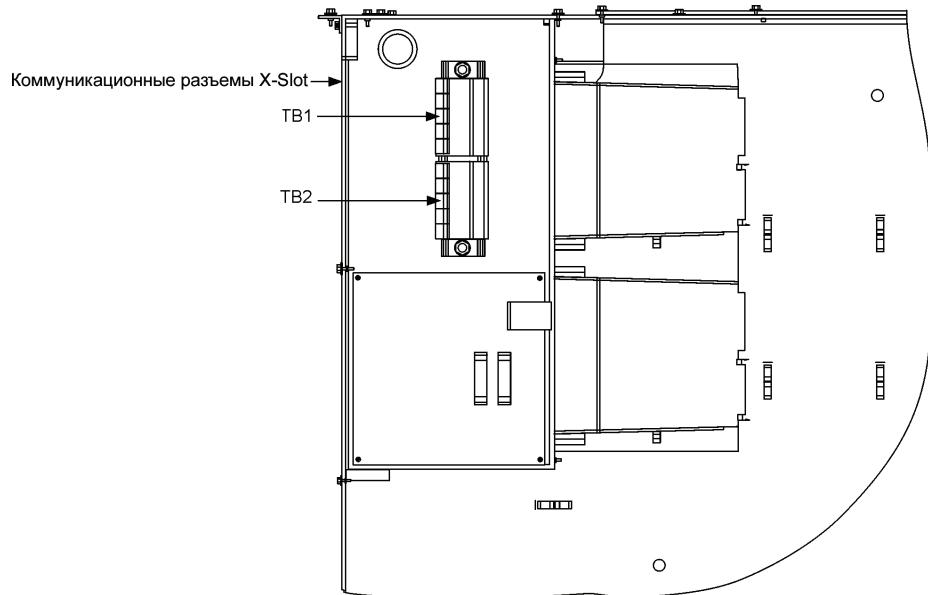
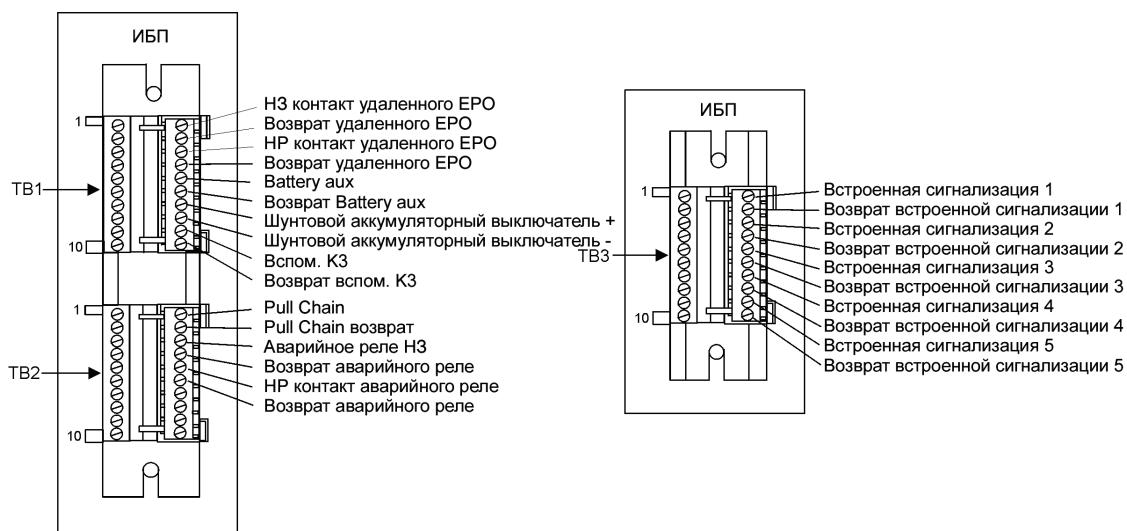

Рис. 4-12. Узел АА интерфейсной клеммы
Рис. 4-13. Назначение разъемов клеммных блоков TB1, TB2 и TB3
7. Расположение соответствующих клемм, а также требования по проводке и ее подключению см. в Разд. 3.2.3 на стр. 23, Табл. 4-1 на стр. 45, и Рис. 4-10 - Рис. 4-13..
Для информации о подключении разъемов TB1, TB2 и TB3 см. Рис. 4-13, а для узла АА см. Рис. 4-12. Коммуникационные разъемы X-Slot представлены на Рис. 4-15.
7. Расположение соответствующих клемм, а также требования по проводке и ее подключению см. в Табл. 4-1 на стр. 45, а также Рис. 4-11 - Рис. 4-13.